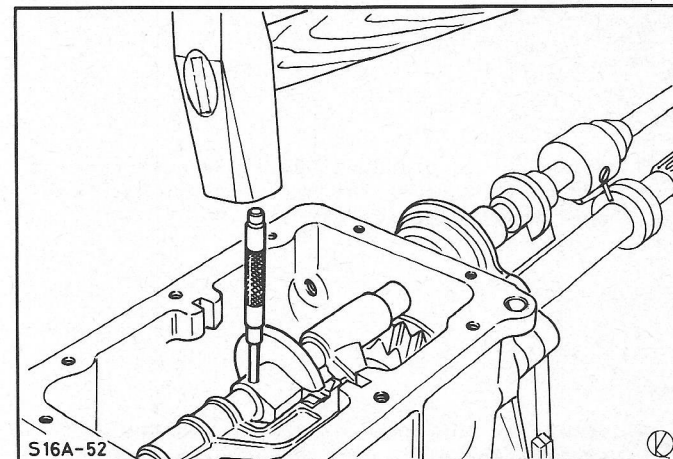

Fig. 11 Borgstift uit de boring tikken.
13. Tik de borgstift uit de schakelvinger en de schakelvorkas, fig. 11.